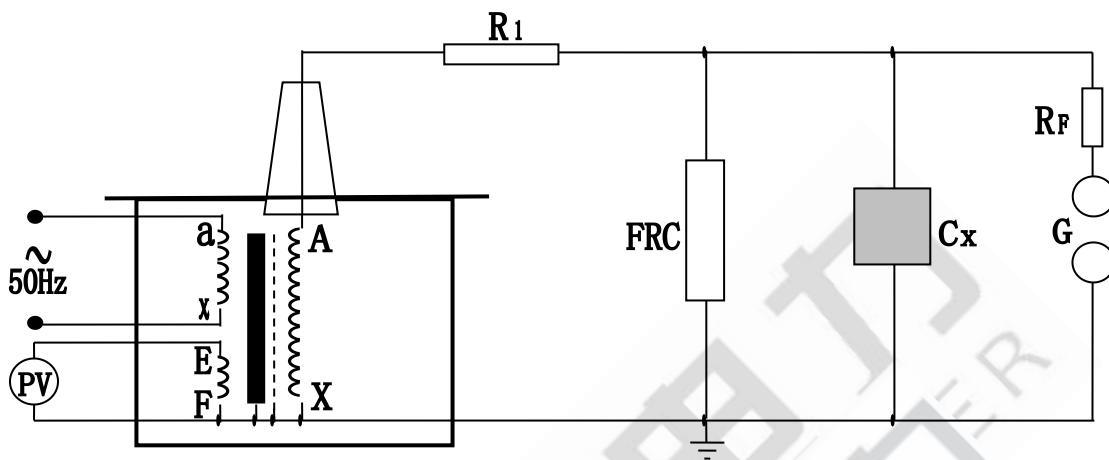

图 6：被试品工频耐压试验接线图
1、YDJ 工频耐压试验装置做被试品的工频耐压试验使用接线原理图见图 6。
在工频耐压试验中，低电压侧测量电压(仪表电压)不是非常准确的，其原因是由于工频耐压试验装置存在着漏抗，在这个漏抗上必然存在着压降或容升，使试品上的电压低于或高于低压侧测量电压表上反映出来的电压。工频耐压试验时，被试品上的电压高于工频耐压试验装置的输出电压，也就是所谓容升现象。感应耐压试验时，工频耐压试验装置的漏抗必然存在着压降。为了准确测量被试品上所施加的电压，因此常在高压侧接入 FRC 阻容分压器来测量电压(见图 6)。